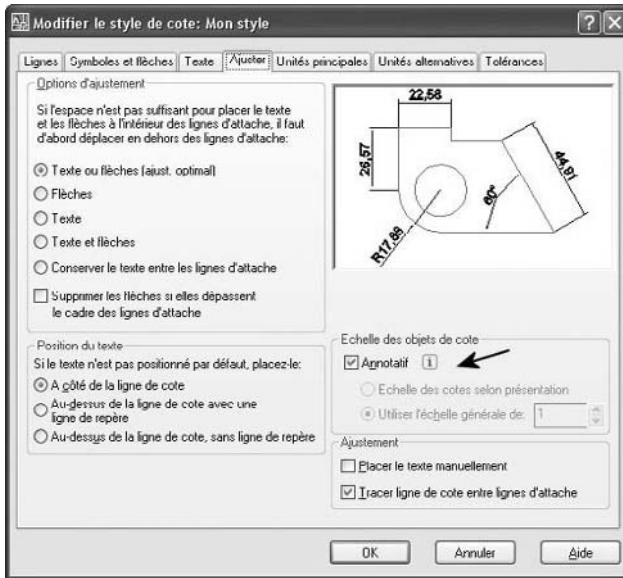

Fig.13.21
- [4] Définissez l'emplacement de la ligne de cote (fig.13.21).